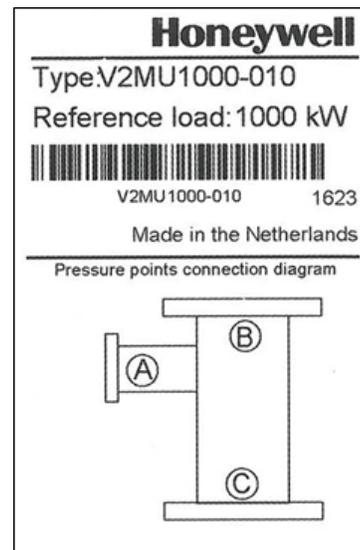

Fig. 1. Raccordements des points de pression figurant sur l'étiquette.
8. Créez les raccordements de tubes entre l'unité de mélange et la vanne à gaz Série SV2. Raccordez « A » à « A », « B » à « B » et « C » à « C ». Voir la figure 1.